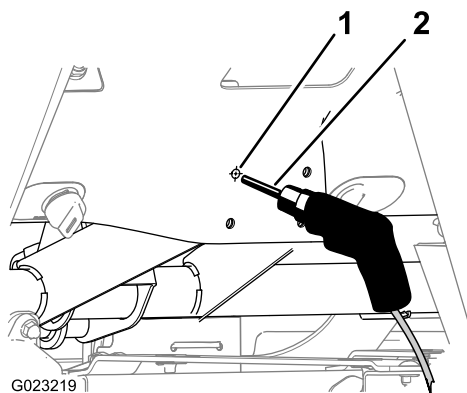

図 18
6. ステップ4でつけたマークの中央位置に、ポンチを打つ 図 18
7. このマーク位置にドリルで直径 8.5 cm の穴を開ける 図 18。